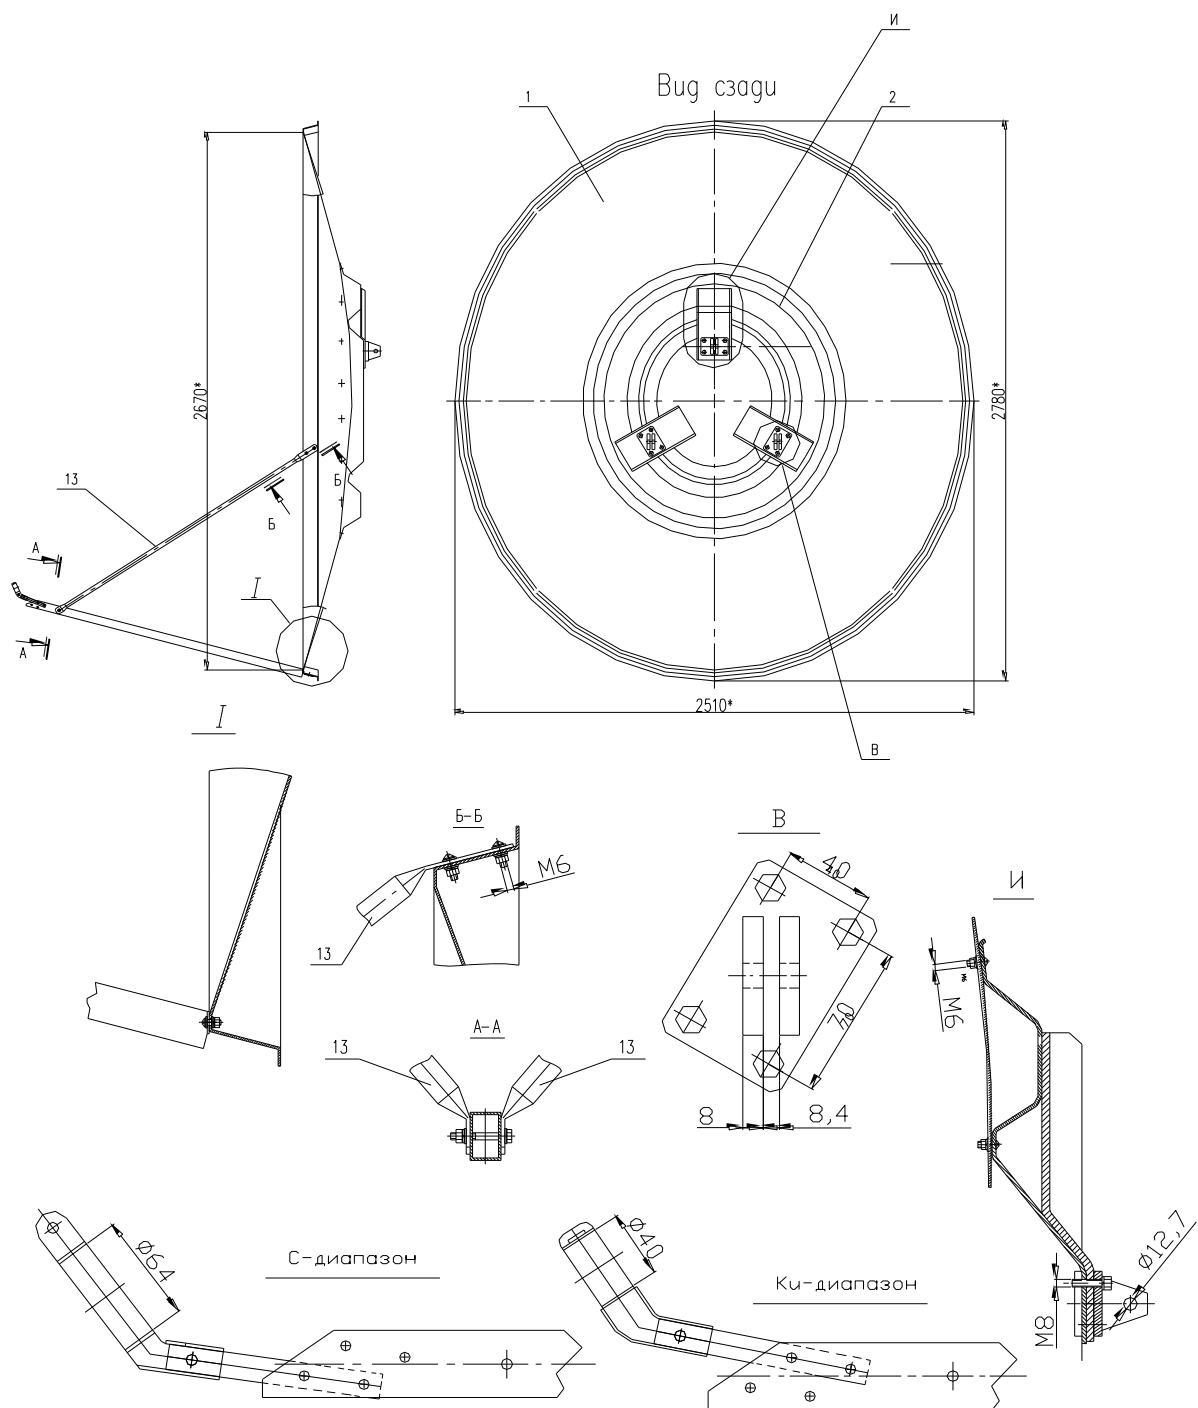

Рис.4
- разобрать кронштейны (отвернуть болты) и закрепить кронштейны на подзеркальнике согласно (Рис.4, узел.И) , установив резьбовую пластину с внутренней стороны, а кронштейны с наружной стороны подзеркальника;
- совместить отверстия в подзеркальнике с отверстиями в рефлекторе и закрепить винтами M6 x 16 (см. Рис.4, узел.И).
1. Установку штанги конвертородержателя производить вдвоём. Закрепить один конец штанги конвертородержателя на рефлекторе согласно (Рис.4, узел 1), закрепить винтами M6 x 20.
2. Установить растяжки, для чего: закрепить один конец растяжки на рефлекторе винтами M6 x 20, а второй конец на штанге конвертородержателя винтом M6 x 45 (см. Рис.4, сеч.А-А и Б-Б).
3. Закрепить на штанге конвертородержателя трубу 15 x 20 x 125 2 винтами M6 x 35 согласно (Рис.4).
Внимание ! При установке облучателя смотри ***Рис.4*** !